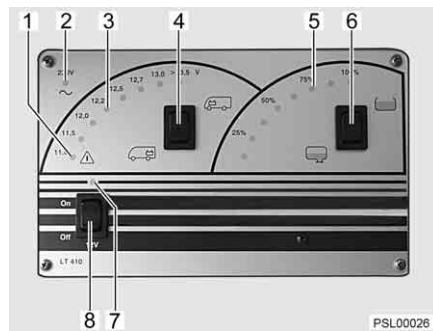

Fig. 52 Panneau de contrôle LT 410
Les diodes lumineuses de l'affichage V (Fig. 52,3) indiquent la tension de la batterie.
- Commutateur à bascule (Fig. 52,4) vers le haut "🔋" : La tension de la batterie de démarrage est affichée.
- Commutateur à bascule (Fig. 52,4) vers le bas "🔋" : La tension de la batterie de cellule est affichée.
Deux diodes lumineuses de l'affichage du réservoir (Fig. 52,5) indiquent le niveau.
- Commutateur à bascule (Fig. 52,6) vers le haut "🌊" : Le niveau du réservoir d'eau est affiché.
- Commutateur à bascule (Fig. 52,6) vers le bas "🌊" : Le niveau du réservoir d'eaux usées est affiché.
Le voyant d'alerte rouge ALARME (Fig. 52,1) clignote dès que la charge de la batterie de cellule descend en dessous de 11 V (mesurée en marche) et qu'il y a risque de décharge profonde des batteries.
L'interrupteur principal 12 V (Fig. 52,8) établit ou coupe le panneau de contrôle et l'alimentation 12 V de la cellule.
- Commutateur à bascule (Fig. 52,8) vers le haut "On" : L'alimentation 12 V de la cellule est assurée. Le voyant de contrôle (Fig. 52,7) s'allume en vert.
- Commutateur à bascule (Fig. 52,8) vers le bas "Off" : L'alimentation 12 V de la cellule est coupée. Le voyant de contrôle (Fig. 52,7) s'éteint.
Le voyant de contrôle 12 V (Fig. 52,7) s'allume dès que l'interrupteur principal 12 V (Fig. 52,8) est enclenché.
Le voyant de contrôle jaune 230 V (Fig. 52,2) s'allume si l'arrivée du bloc électrique est sous tension de réseau.